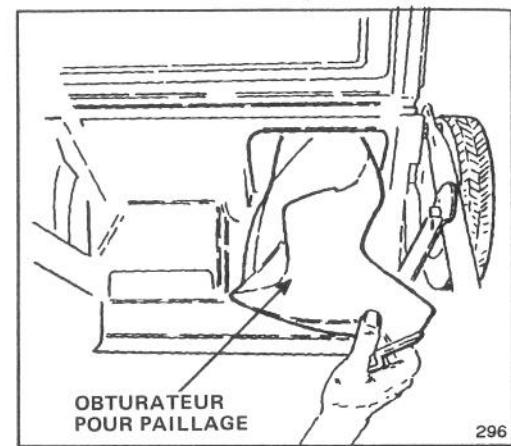

Figure 28
4. Obturateur pour paillage (modele n° 59181) — Comprend un obturateur pour paillage (Fig. 28), une lame de paillage, un renfort de lame et une coupelle anti-croûte. Convertit la tondeuse à ensacheur arrière en tondeuse à pailleur.